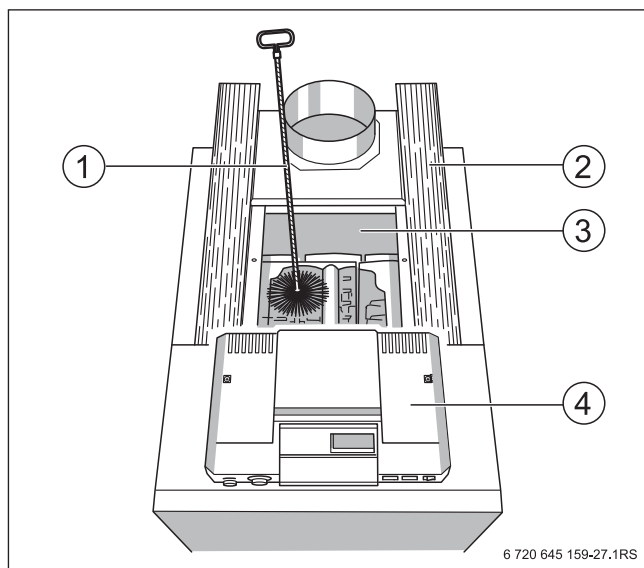

Рис. 45 Чистка газоотводящих каналов
- Отогните теплоизоляцию в сторону (→ рис. 45 [2], стр. 37).
- Снимите крышку люка для чистки с коллектора дымовых газов (→ рис. 45 [3], стр. 37).